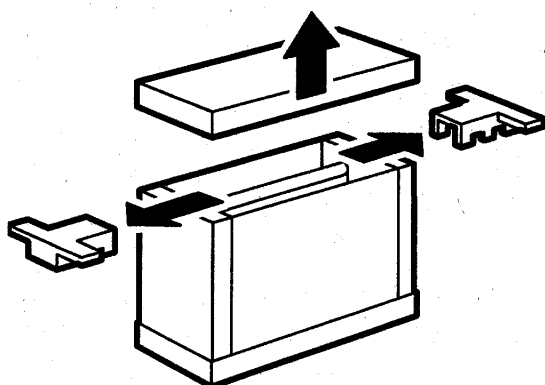

fig. 1
- ❶ Retirez le couvercle en carton selon les instructions (fig. 1).
- ❷ Retirez les articles de tamponnage supérieurs droit et gauche.